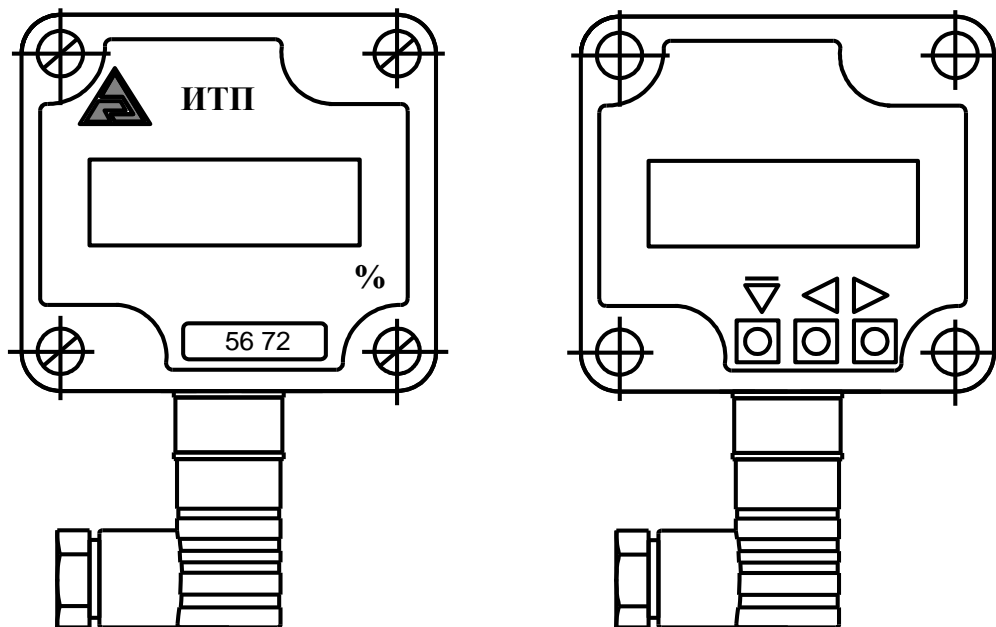
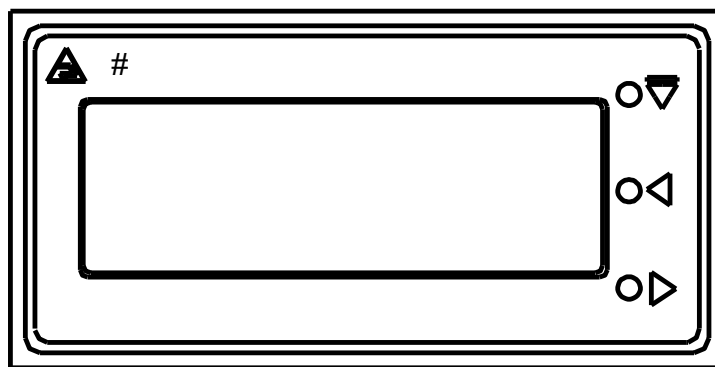

Рисунок 1 - Внешний вид передней панели прибора ИТП-Н1 и расположение кнопок (под крышкой)
Рисунок 2 - Внешний вид передней панели прибора ИТП-Щ1
5.3.3 На передней панели прибора (Рисунок 1, Рисунок 2) находятся:
– кнопки управления   и  (в ИТП-Н1 – под прозрачной крышкой; смотри Рисунок 1).